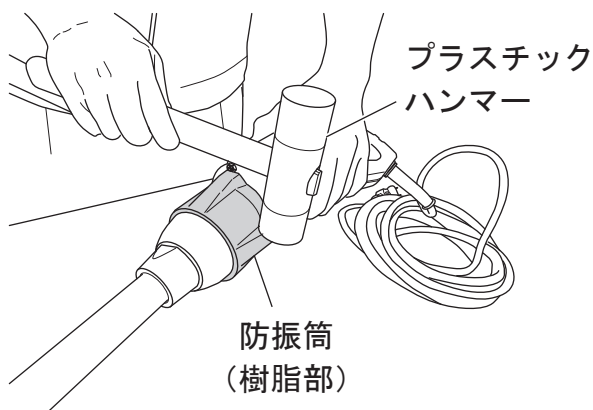

図 3
1. プラスチックハンマーで防振筒の樹脂部をたたき防振筒および振動筒ケースを外す。(防振筒のネジは左ネジです。)(図3)
6. プラスチックハンマーで防振筒の樹脂部をたたき振動筒を固定する。(防振筒のネジは左ネジです。)(図3)